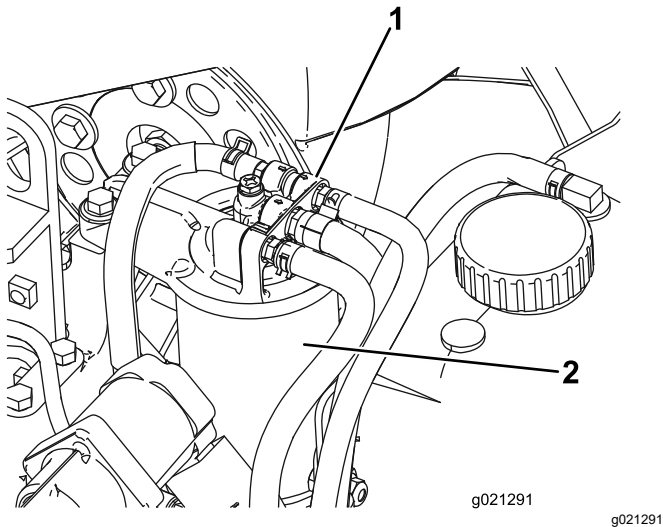

Figura 96
1. Pulite le superfici circostanti la testa del filtro del carburante (Figura 96).
2. Togliete il filtro e pulite la superficie di montaggio della testa del filtro (Figura 96).